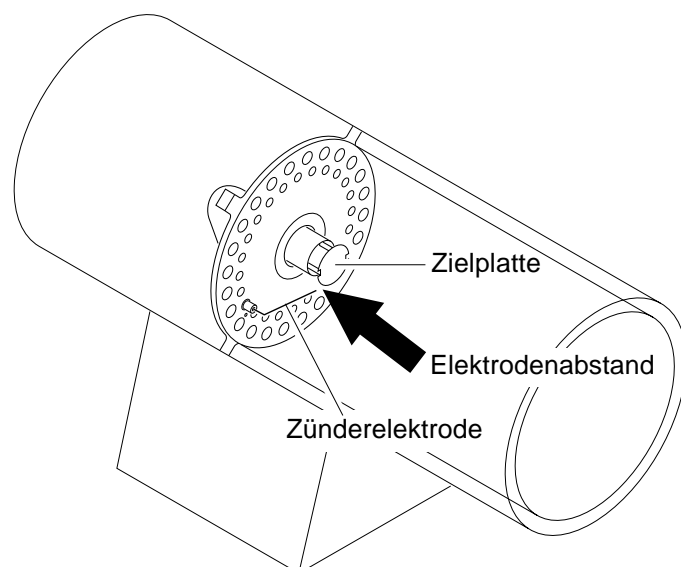

Abb. 15 - Abstand zwischen Zünderelektrode und Zielplatte
7. Abstand zwischen Zünderelektrode und Zielplatte auf 4,3 mm einstellen (siehe Abb. 15).